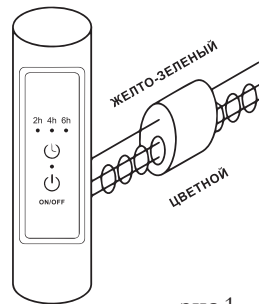

рис.1
- остальные два провода подключаются в независимости от цвета к «фазе» и «ноль» (см. рис.1)